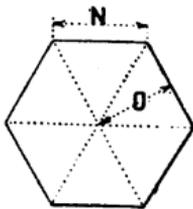

Fig. 638.
*Polygone régulier* (fig. 638). Ajouter toutes les longueurs de chacun des côtés N ce qui constitue le périmètre du polygone et multiplier cette somme par la moitié de la longueur de la per-